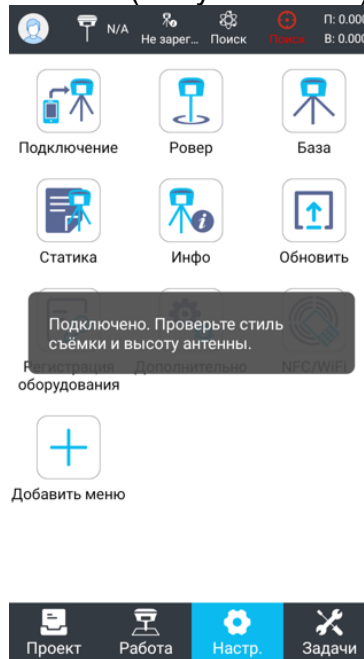

Рисунок 1.4.10
- Создайте новый проект или подключитесь к устройству, чтобы проверить работоспособность LandStar 8 (Рисунок 1.4.10).